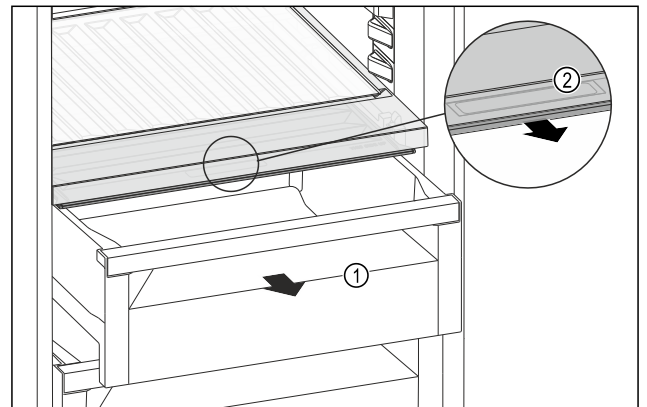

Fig. 147
- ▶ 拉出抽屉 Fig. 147 (1)。
- ▶ 抓住抽屉盖上的内嵌式拉手 Fig. 147 (2)，并同时向前拉出抽屉盖。